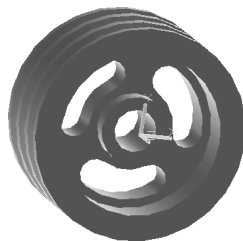

图 12-33 求差集后的带轮
(12) 单击“三维工具”选项卡“实体编辑”面板中的“差集”按钮, 将 3 个弧形孔建模从带轮建模中减去。为便于观看, 用三维动态观察器将带轮旋转一个角度。图形如图 12-33 所示。